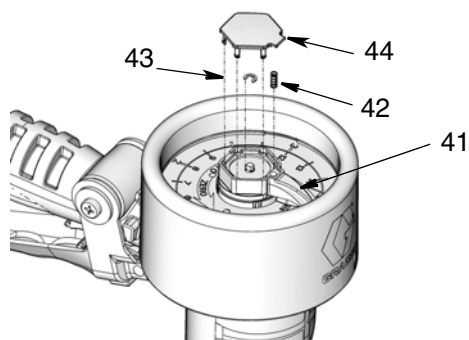

FIG. 25
- Placer le petit anneau de retenue (43), la goupille (41) de l'indicateur et le ressort (42) de l'indicateur. Remettre le couvercle (44). (FIG. 25).